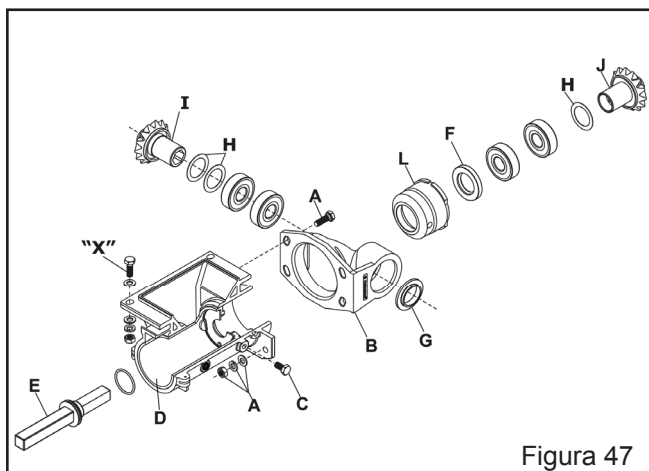

Figura 47
e) Para a troca, limpeza ou substituição dos rolamentos e componentes do conjunto, retire o conjunto dosador através da remoção do eixo acionador e buchas de união, afrouxe e retire os parafusos de fixação do dosador na base do distribuidor. A seguir retire os quatro parafusos e porcas "A" de fixação do mancal suporte dos pinhões de transmissão "B", afrouxe e retire os parafusos "C" de fixação do revestimento "D", retirando a seguir o conjunto. Para finalizar afrouxe e retire o eixo acionador "E" de fixação da bucha do mancal "F" dos rolamentos "G" e retire o eixo acionador "E" e remova a bucha "L" dos rolamentos e o retentor "F" fazendo as limpezas ou substituições necessárias retire o anel de proteção "G". (Figura 47)
Ao efetuar a montagem da arruela espaçadora "H" observe para que mesma seja montada entre os rolamentos o qual proporcionará um espaço para a entrada de graxa para a lubrificação. Havendo necessidade de substituição dos pinhões, deve ser feito do conjunto (pinhão acionador motriz "I" e pinhão acionado movido "J") (Figura 47).